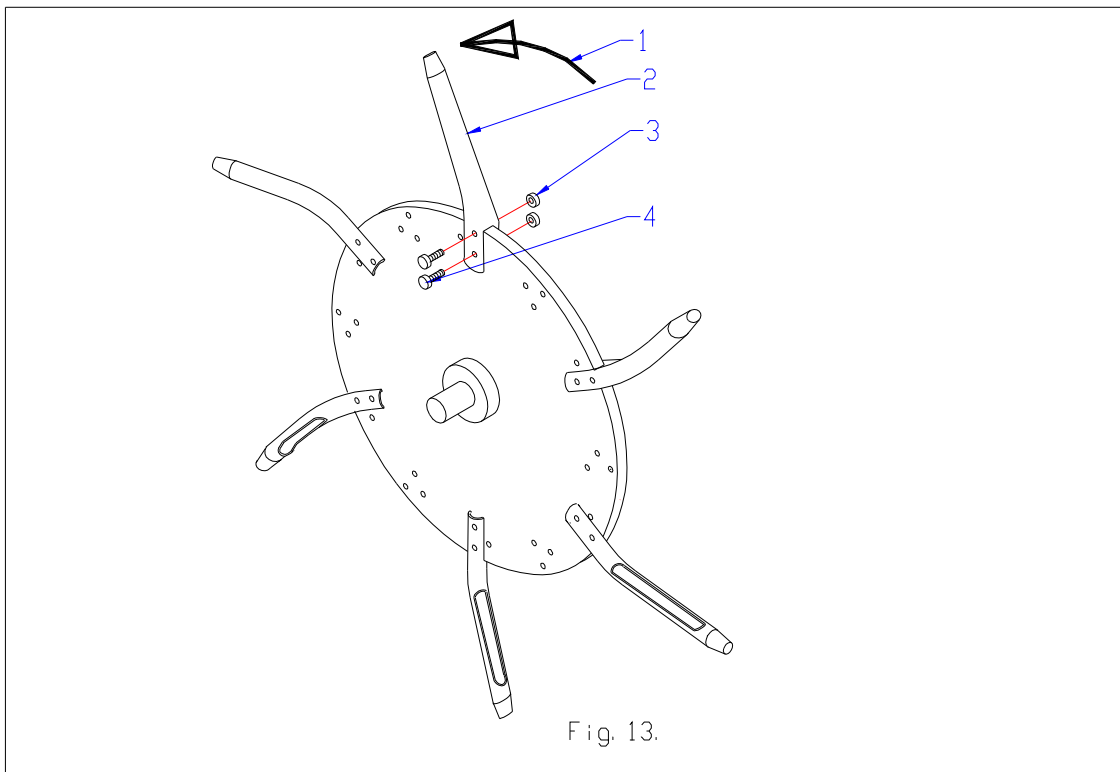

Fig. 13.
12.4 HOHLZINKENSATZ (siehe Abb.13).
Für den Standardrotor steht ein Hohlzinkensatz (# 213.170.014 für 1700 und # 213.220.014 für 2200) zur Verfügung. Dieser besteht aus: 72/96 Hohlzinken (2), 144/192 Muttern (3) und 144/192 Bolzen (4). Die Montage erfolgt wie in Abb. 13 veranschaulicht. Verteilen Sie die Zinken gleichmässig auf der Scheibe. Sollten Sie 12 Zinken pro Scheibe benötigen, bestellen Sie einfach einen weiteren Satz..